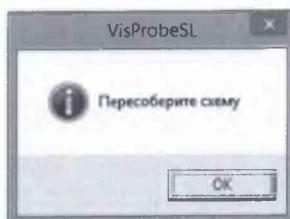
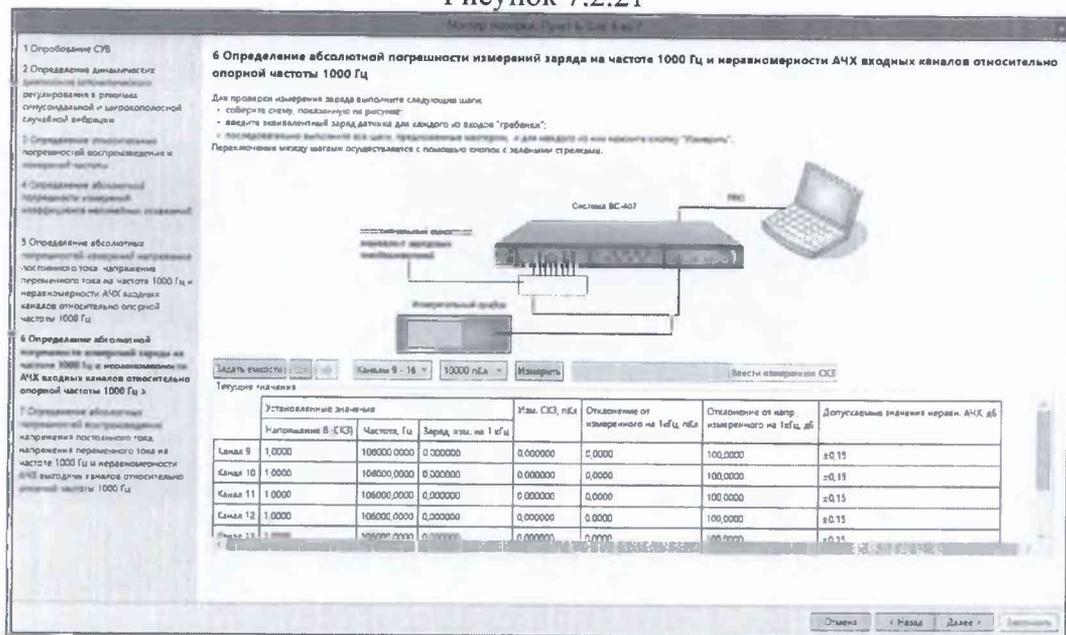

Рисунок 7.2.21
Рисунок 7.2.22
7.2.6.9 При переходе к частоте 106000 Гц в соответствии с рекомендациями мастера проверки (рисунок 7.2.21) собрать схему, изображенную в окне мастера проверки (рисунок 7.2.22), предварительно переведя калибратор-вольтметр в режим измерений напряжения переменного тока.